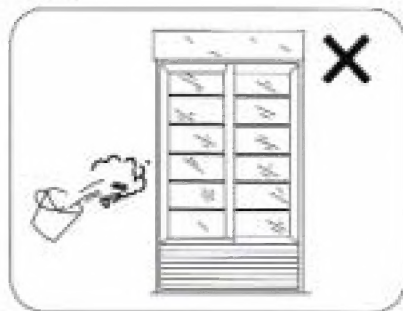

图9
4. 清擦展示柜时，不得向柜内、外泼水，以防造成触电事故。（图9）